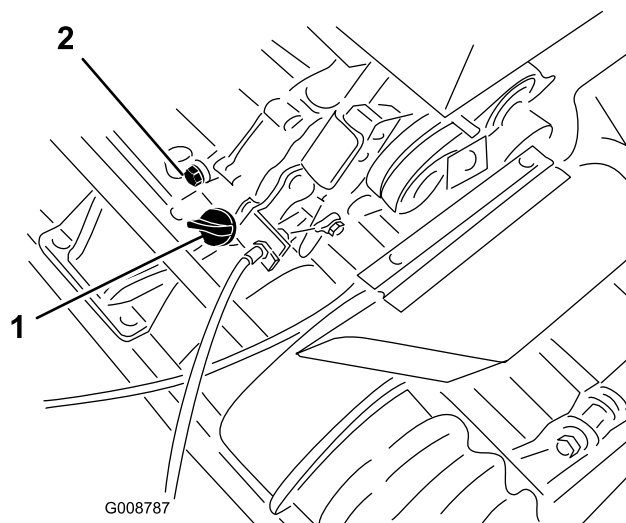

Figura 26
1. Coloque el cortacésped con el motor nivelado, y limpie la zona alrededor del indicador del nivel de aceite (Figura 26).
2. Coloque un recipiente debajo del tapón de vaciado, en la parte trasera de la máquina (Figura 26).